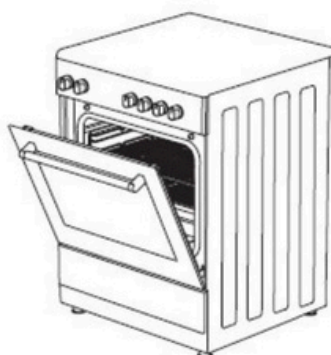

Figure 11
3. Plaats het veiligheidspaneel onder het bedieningspaneel door de glazen voorplaat van de oven te openen. (afbeelding 11)